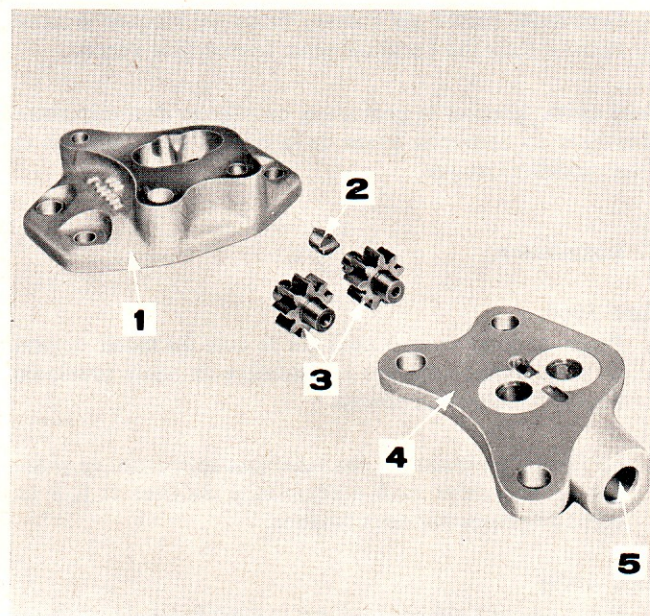

Figure 99: Pompe arrière
6. Positionner l'accouplement d'entraînement sur l'extrémité mortaisée du pignon supérieur de pompe arrière (Figure 99).